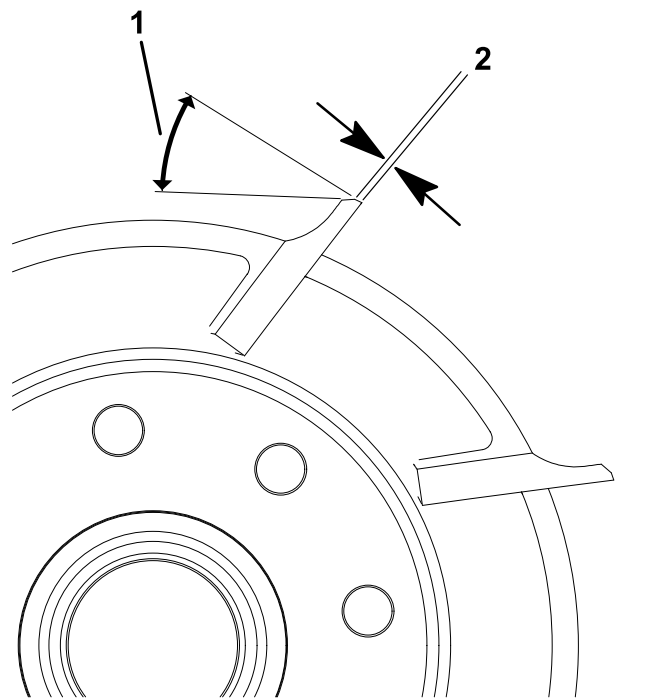

Рисунок 20
1. Произведите 30-градусное затыловочное шлифование всех ножей барабана, пока не будет достигнута ширина витка 0,76 мм (Рисунок 20).